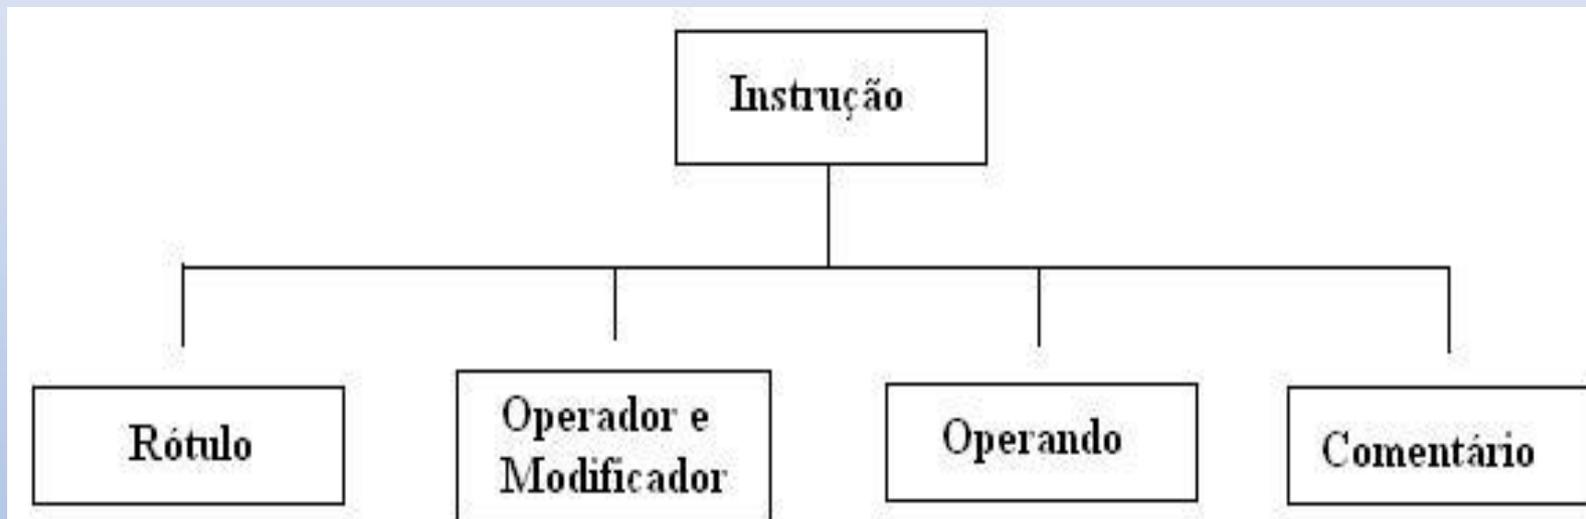

Figura 1 – Estrutura de uma linha de instrução da linguagem IL.
- ❖ A estrutura pode ser verificada na Figura 1